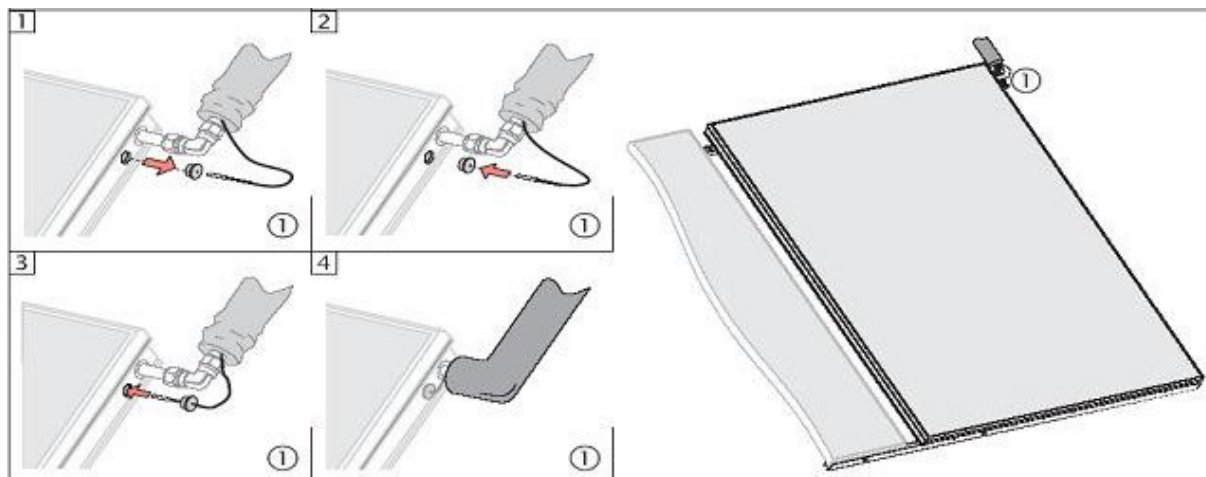

Fig. 26: Insertion d'une sonde de température
- insérer la sonde de température à la sortie du dernier capteur (voir Fig. 26)